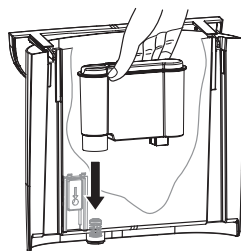

bild 2: Insättning av vattenfiltret
7. Om så önskas, lägg vattenfiltret i vattentanken (bild 2).